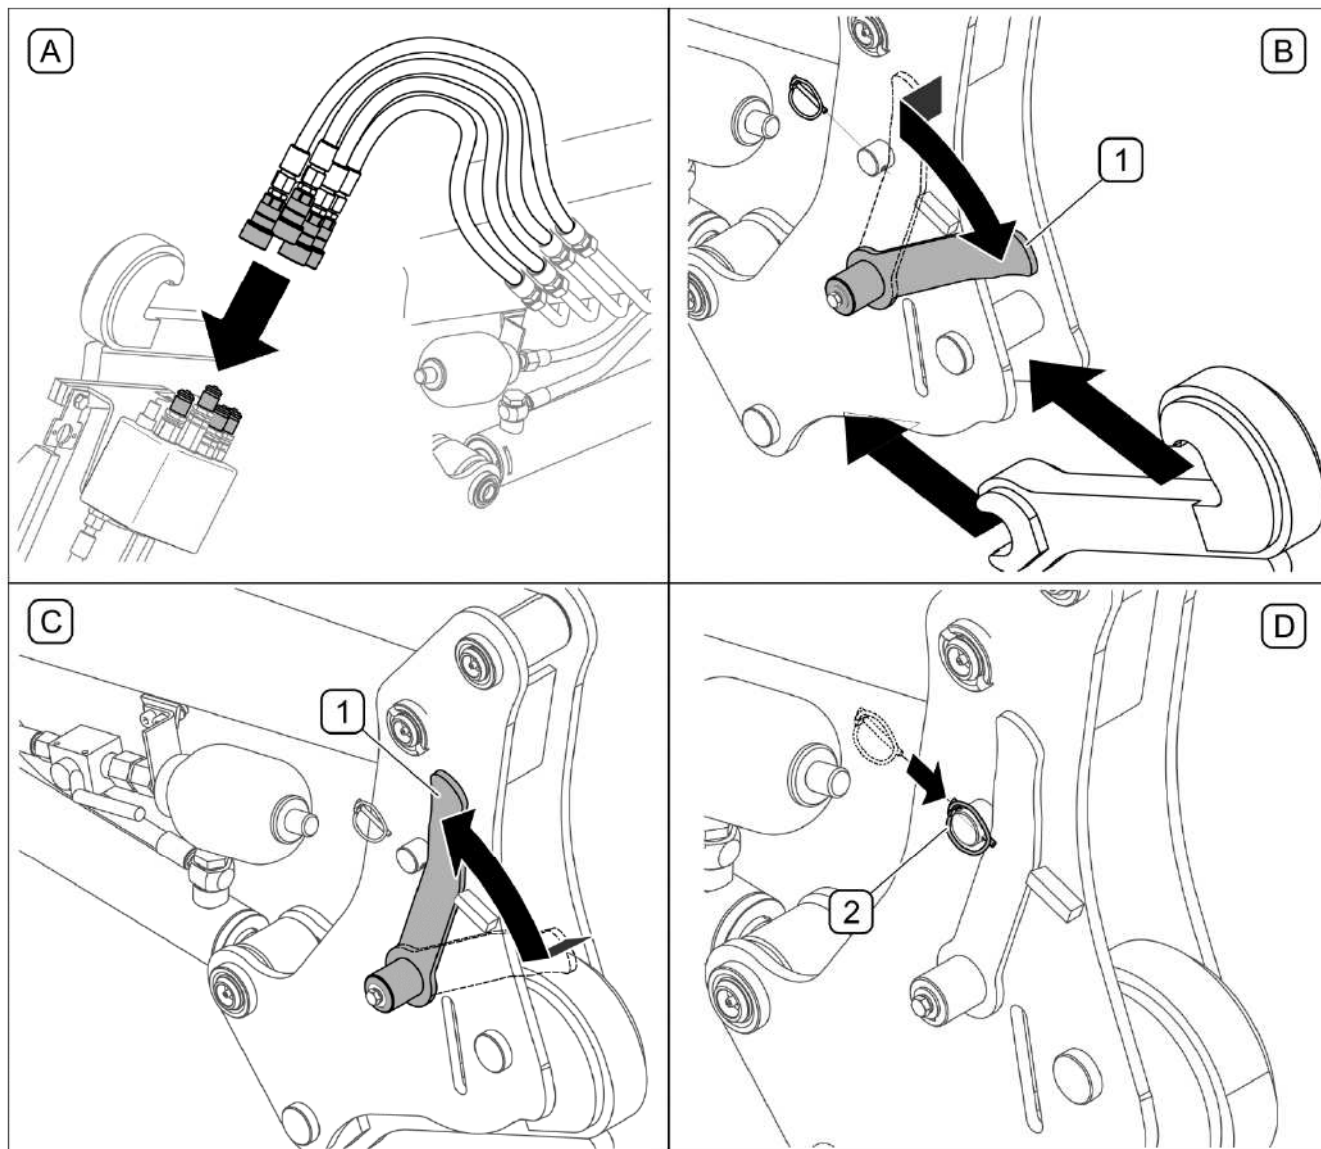

РИСУНОК 4.19 Соединение стрелы с несущей рамой
- присоединить гидравлические провода погрузчика к гидравлическому распределителю (А, РИСУНОК 4.19),
- убедиться, что оба рычага (1) замка быстрой сцепки находятся в открытом положении (отведены назад) (В, РИСУНОК 4.19)
- рычаги (1) перевести вперед (положение "закрыто") (С, РИСУНОК 4.19)
- заблокировать оба рычага чеками (2) (D, РИСУНОК 4.19)